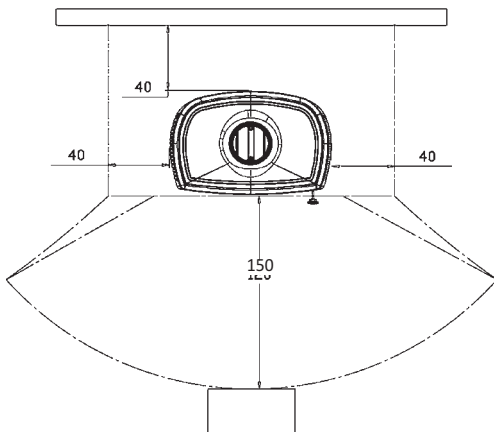

Bild 4A
a) um genügend Wärmeisolation zu sichern, sind die minimalen Sicherheitsentfernungen der hinteren und seitlichen Fläche von entflammaren Gegenständen, d.h. von feueranfälligen Gegenständen (Möbel, Holzflächen, Stoffe usw.) zu beachten (siehe Bild 4A). Alle minimalen Sicherheitsentfernungen stehen in der Tabelle Bild 8 auf Seite 60 und auf dem Produkt und dürfen NICHT geändert werden.